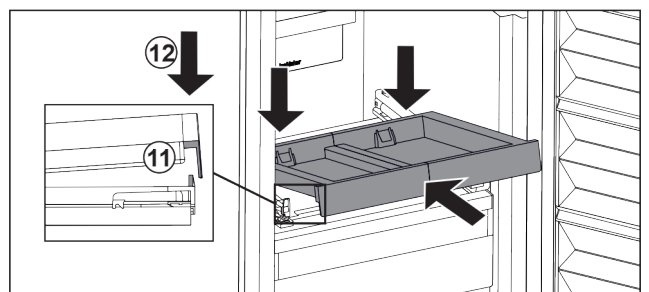

Fig. 84
- ▶ Вставити навскіс. Звертайте увагу, щоб з обох боків упор був за накладкою. Fig. 84 (11)
- ▶ Витяжну панель опустити спереду. Fig. 84 (12)